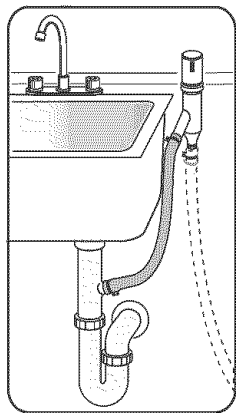

Figure 24
- 3) Sur la connexion de vidange de l'évier par un espace d'air, figure 24.